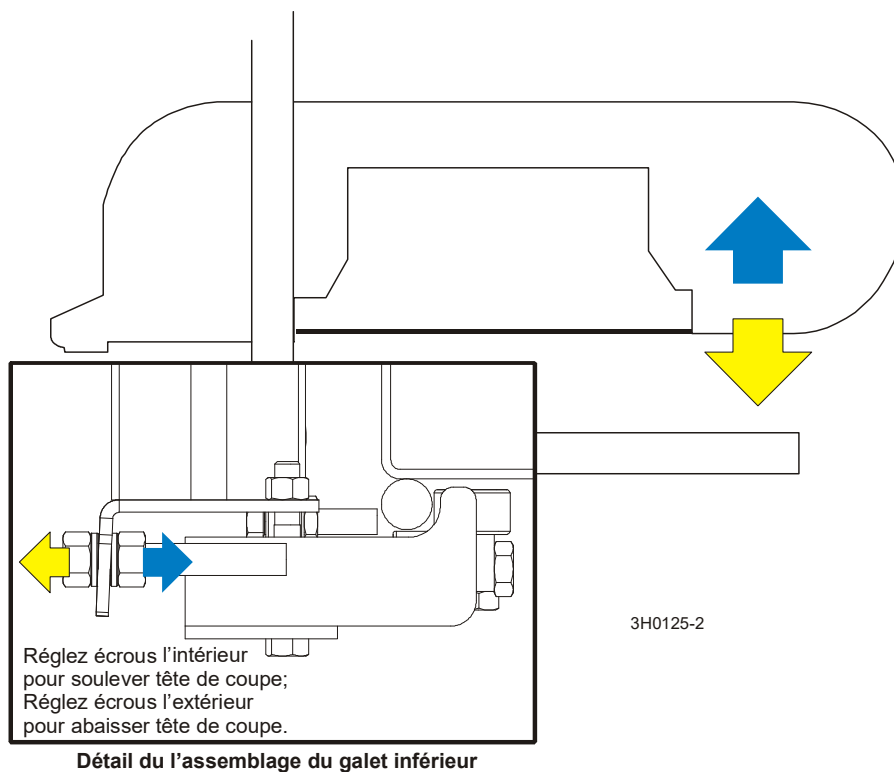

FIG. 7-25
**Voir Figure 7-25.** Pour ajuster l'inclinaison de la tête de coupe, utilisez les écrous d'ajustement horizontal. Pour soulever l'extérieur de la tête de coupe, desserrez les quatre écrous intérieurs d'ajustement d'un 1/2 tour puis serrez les quatre écrous extérieurs. Pour abaisser l'extérieur de la tête de coupe, desserrez les quatre écrous extérieurs d'ajustement d'un 1/2 tour puis serrez les écrous intérieurs. Re vérifiez l'inclinaison de la tête de